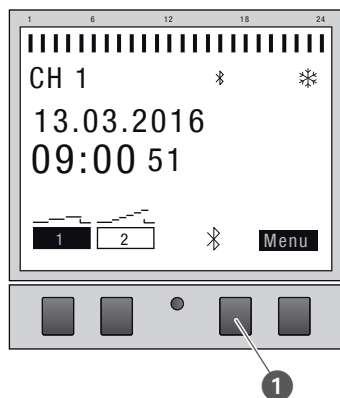

Fig. 26: Stabilire una connessione Bluetooth al timer
2. Premere il tasto Bluetooth (fig. 26/❶) sul timer.